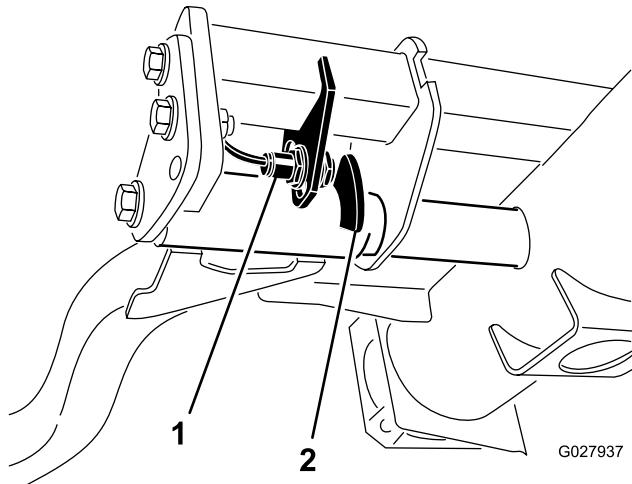

Figura 36
2. L'interruttore del braccio di sollevamento è situato sotto il serbatoio idraulico, dietro il braccio di sollevamento anteriore destro (Figura 36).
3. Allentate le viti di attacco dell'interruttore (Figura 36) e abbassate l'interruttore per aumentare l'altezza d'inversione del braccio di sollevamento o alzate l'interruttore per ridurla.